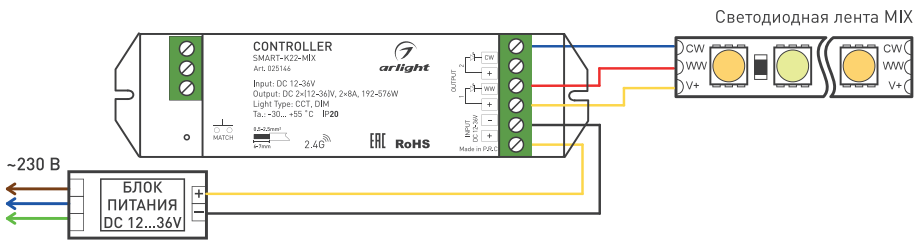
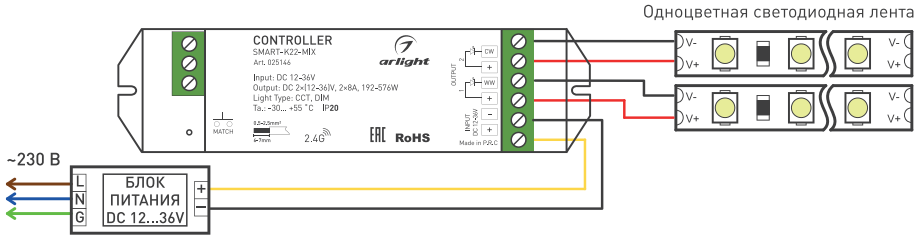

Рис. 1. Подключение светодиодной ленты MIX (CCT).
Рис. 2. Подключение одноцветной светодиодной ленты. Ленты управляются синхронно.
- 3.3. Согласно используемой схеме (рисунок 1 или рисунок 2), подключите светодиодную ленту или другой совместимый светодиодный источник света к выходу **OUTPUT** контроллера. Соблюдайте полярность и порядок подключения проводов к клеммам.